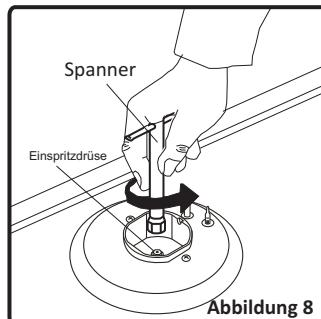

Abbildung 8
- Lösen Sie die Einspritzdüsen. Verwenden Sie hierzu einen 7mm Maulschlüssel (Abbildung 8).